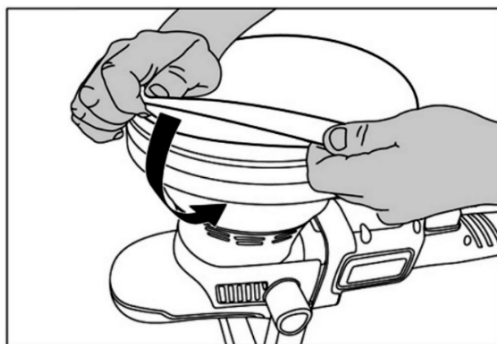

Рисунок 5. Встановлення на полірувальну насадку махового чохла.
5. За необхідності (для фінішної обробки поверхні або делікатного полірування), надіти на полірувальну насадку махровий чохол (рис. 5).